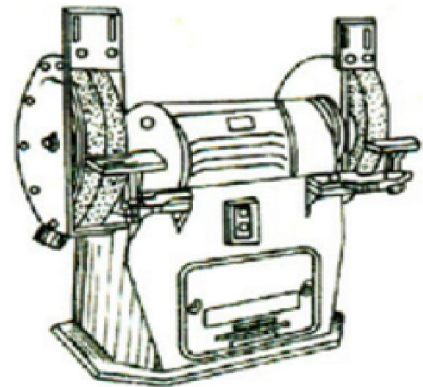

图 1.3 砂轮机
(1) 在启动砂轮机(图 1.3)前,应检查该机各部有否松动或损坏现象。如有松动或损坏,应修复后才能启动。
(2) 启动后,检查砂轮的旋转方向是否正确(磨屑应向下方飞离砂轮)。
(3) 启动后,等砂轮转速达到正常后才能进行磨削。
(4) 磨削时不准用磨削件对砂轮撞击或施加过大的压力。
(5) 砂轮机的搁架与砂轮的距離,应保持在 3 mm 以内,不得把两者距离调节过大。
(6) 操作时不要站在砂轮机的正面,而应站在砂轮机的侧面或斜侧面的位置磨削,以防砂轮破碎后飞出伤人。
(7) 砂轮机及其周围应保持整齐、清洁,不得堆放杂物。
(8) 严禁戴手套或裹着东西磨砂轮。